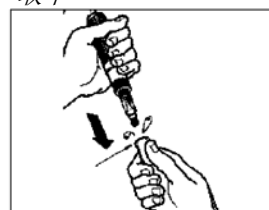

图 23
3. (仅对于新的探测器) 弄湿探测器的顶端, 仔细地将充满液体的橡胶保护套从探测器顶端取下 (参看图 23)。请保持探测器顶端湿润! 保存保护套以备后用。